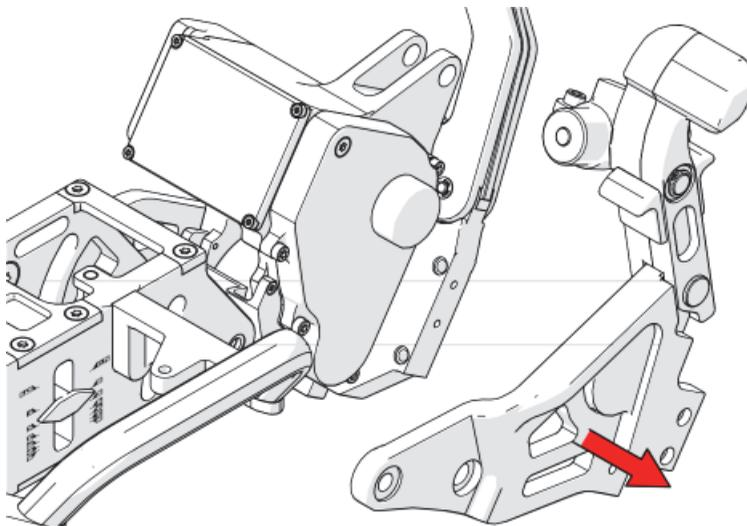

Figure 2-30 Retrait du bras du chariot moteur
10. Retirez le bras du chariot moteur et la poignée d'actionnement du moteur (Figure 2-30 à la page 112).